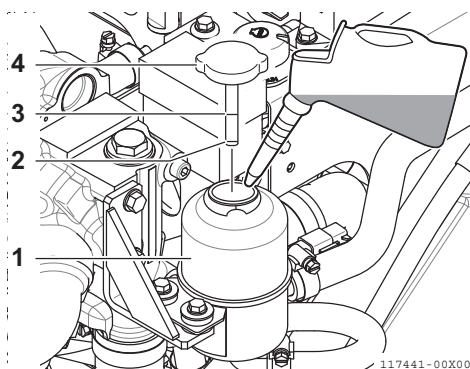

Figura 8
1. Rimuovere il tappo/l'astina per il rifornimento (**Figura 8, (3), (4)**) dal serbatoio di servizio dell'olio del servosterzo (**Figura 8, (1)**) e strofinare con un panno pulito.
3. Estrarre l'astina. Controllare che il livello dell'olio sia compreso tra la tacca in alto (**Figura 8, (3)**) e quella inferiore (**Figura 8, (2)**) riportate sull'astina.